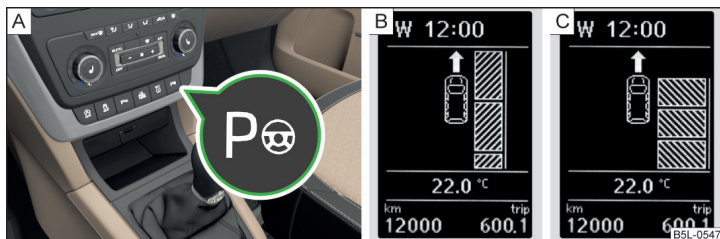

Fig. 139 Tasta sistem / Afișajul ecranului
- Procesul de parcare poate fi întrerupt oricând prin apăsarea butonului  » fig. 139 la pagina 123 sau prin intervenție asupra volanului.
Sistemul poate fi activat/dezactivat prin apăsarea butonului  » fig. 139 la pagina 123 - .
- Apăsăți **o dată** tasta **P** » fig. 139 - **A**.
- Apăsăți **de două ori** tasta **P** » fig. 139 - **A**.
- Apăsați tasta simbol  » **fig. 139 la pagina 123.**